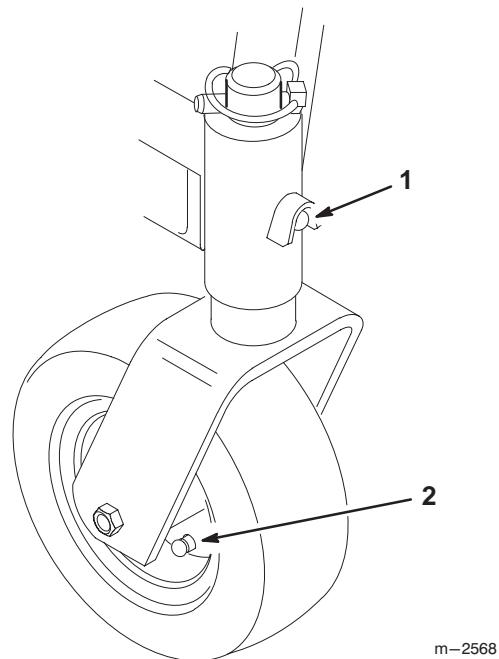

Figure 22
2. Lubrifiez les graisseurs des tubes de montage du bâti porteur et des roues pivotantes (Fig. 22).